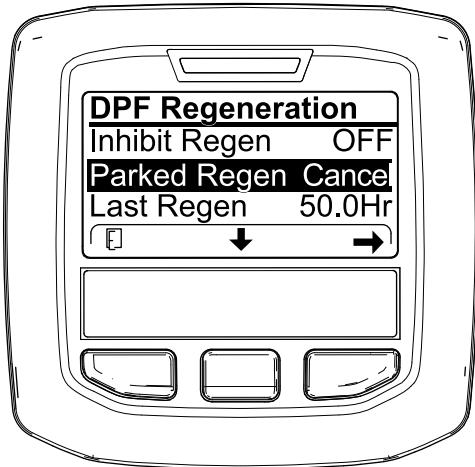
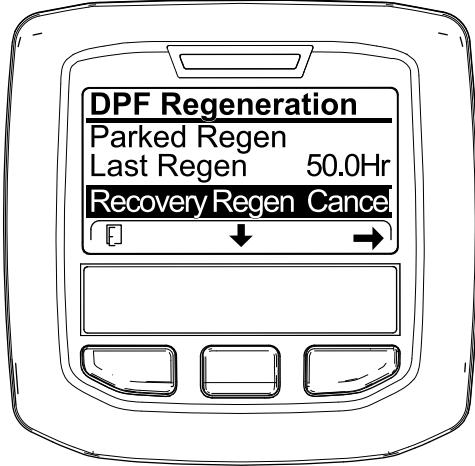

Figura 60
Figura 61
1. Aceda ao menu Regeneração do filtro de partículas de gasóleo (Figura 60).
2. Prima o botão central para ir até à opção CANCELAR REGENERAÇÃO EM ESTACIONAMENTO (Figura 60) ou CANCELAR REGENERAÇÃO DE RECUPERAÇÃO (Figura 61).
3. Pressione o botão direito para selecionar a entrada Cancelar regeneração (Figura 60 ou Figura 61).